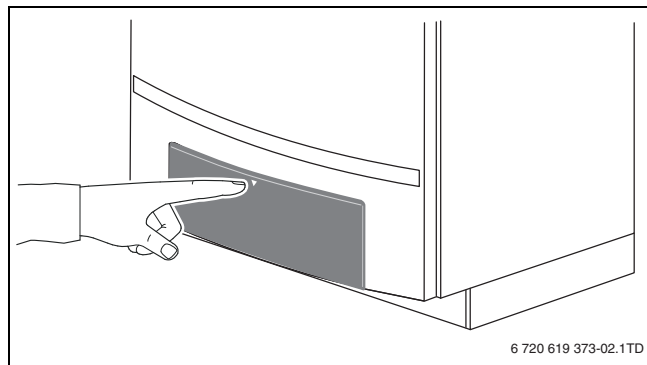

Bild 49 Bedienfeld öffnen
- Bedienfeld durch Drücken öffnen (→ Bild 49).